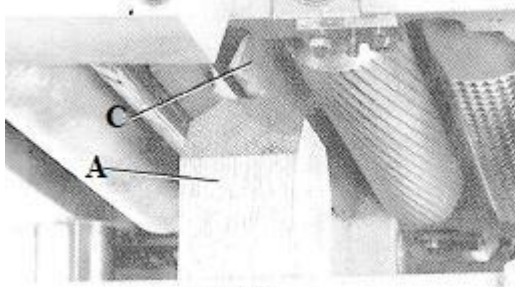

Рис. 26
4. Поместите измерительный блок (A), Рис. 26, без щупа, под один конец стружколомателя (C), как показано на рисунке.